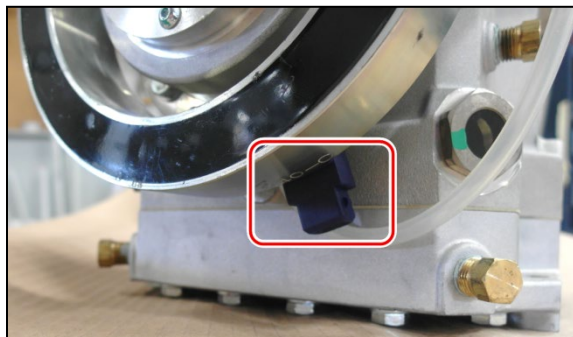

FIGURE 17
34. Installer la bobine. Glisser la bobine sur la bride du compresseur. Le connecteur de câble doit être placé du côté droit, comme illustré dans Figure 17.